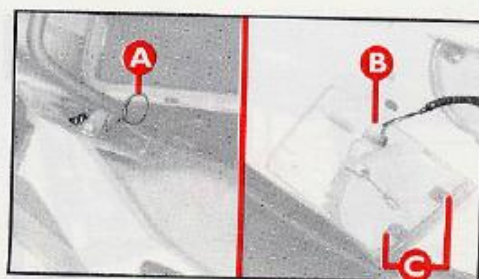

fig. 12
1) desenganche el muelle **A**-fig. 12